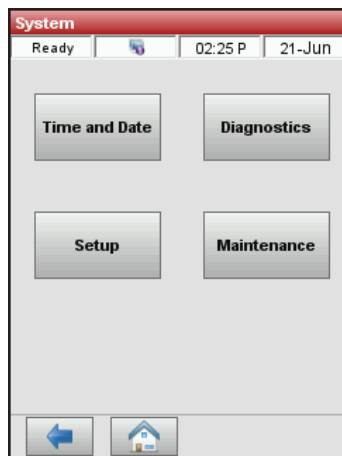
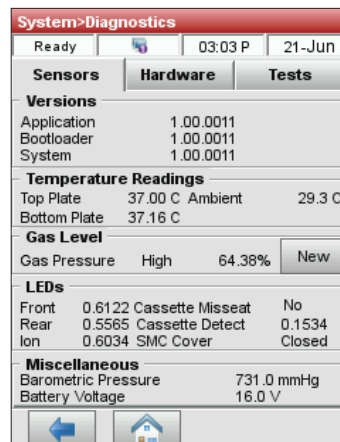

Abbildung 29. System Manager Bildschirm
Abbildung 30. System Manager> Diagnostik> Sensoren-Registerkarte
2. Tippen Sie auf **Diagnostik** (Abbildung 29) und anschließend auf die Registerkarte **Sensoren** (Abbildung 30).